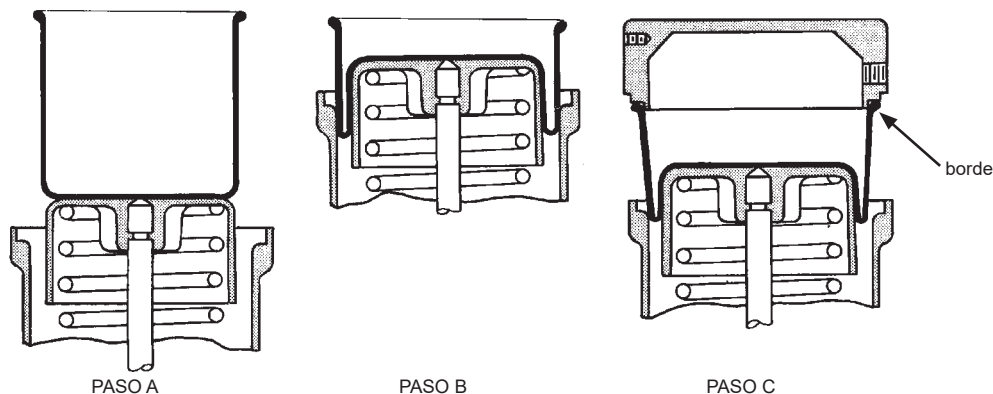

Figura 7 - Método 1
- H-1.** La inscripción "Lado del pistón" se encuentra en el diafragma (40). Si se utiliza, aplique cemento a este lado del diafragma.
- I-1.** Centre y adhiera el diafragma (40) a la parte superior del pistón (43) (vea la Figura 7-Método 1, Paso A).
- J-1.** Enrolle el diafragma (40) dentro del tambor del resorte (38) hasta que el diafragma se enganche parcialmente en el tambor del resorte (consulte la Figura 7-Método 1, Paso B).